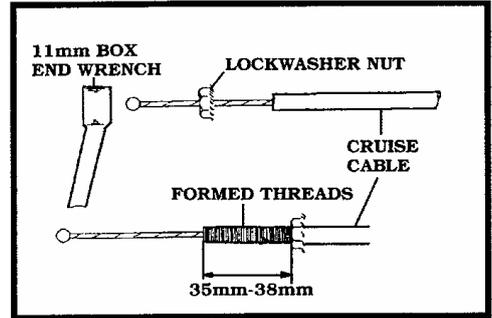

Figure 20
1. 首先須在鋼索外管的末端製造螺紋，將保險螺帽(五金零件包件號 G18) 用手旋入鋼索外管的末端約2~3mm (注意不可偏斜)，然後使用11mm的梅花扳手(開口扳手亦可)繼續將螺帽旋入約35~38mm。(Figure 20)
3. 同A.1.的方式將鋼索外管的末端成型螺紋。(參閱 Figure 20)
- 同A.1.的方式，將鋼索外管的末端成型螺紋。(參閱 Figure 20及15頁文字說明)